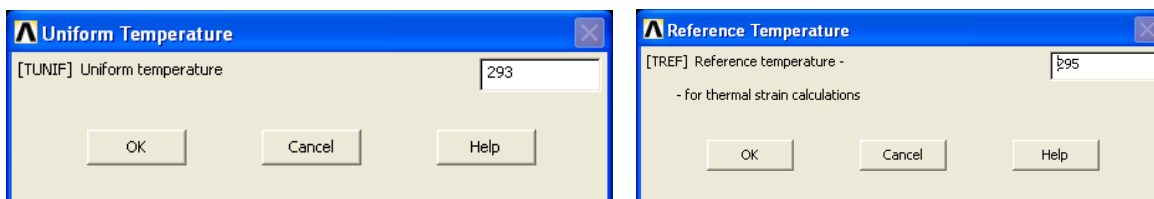

Рисунок 106 – Вид окон для назначения начальных условий (температур)
- Main Menu > Preprocessor > Loads > Define Loads > Settings > Reference temp (рисунок 106).